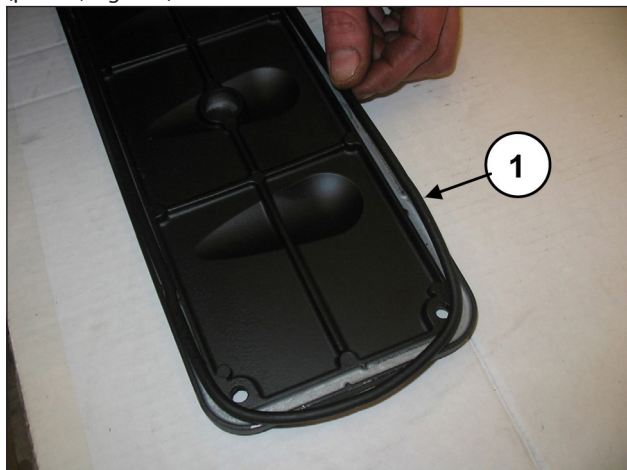
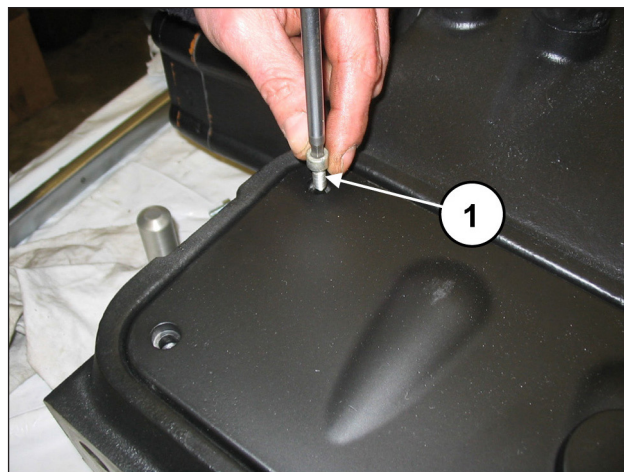

Fig. 173
Fig. 174
Sui coperchi ispezione inserire l'O-Ring (pos. ①, Fig. 173) e montare i coperchi mediante l'utilizzo di 4+4 viti M6x14 (pos. ①, Fig. 174).